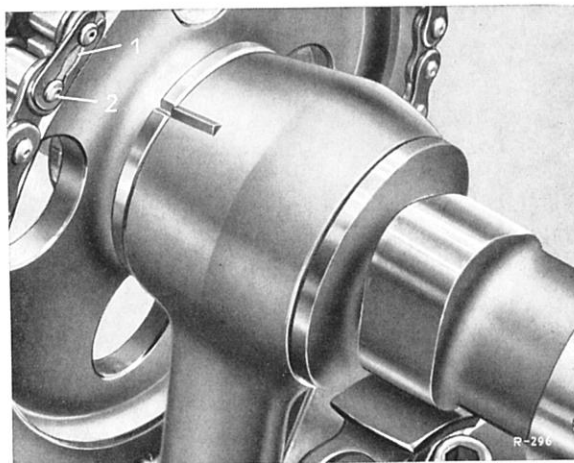

Bild 07-47/4
9 Sechskantschraube am Halter (13) heraus-schrauben und mit der inneren Gleitschiene (11) von der äußeren Gleitschiene (12) und vom Zylinderkopf abnehmen (Bild 07-47/3).
11 Sicherungsschraube (8) für den Ketten-trieb heraus-schrauben und oberen Lagerbolzen der Gleitschiene (7) mit dem Abzieher 187 589 07 33 00 herausziehen (siehe Bild 07-47/3).